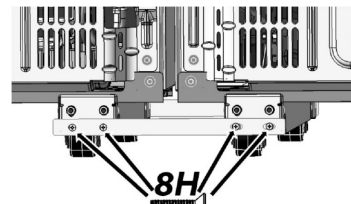

Fig. 15
16. Fije el otro soporte 9H a los niveladores traseros (Fig. 15), manteniendo aflojados los tornillos 8H derechos.